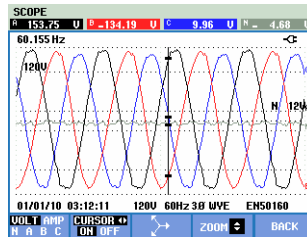

Figura 23-2. Visualizzazione della forma d'onda, cursore attivato
- Premere F2 per attivare il cursore. Utilizzare i tasti freccia sinistra/destra per spostare il cursore in orizzontale lungo le forme d'onda. Il valore delle forme d'onda in corrispondenza del cursore viene visualizzato nell'intestazione della schermata, come mostrato nella Figura 23-2.